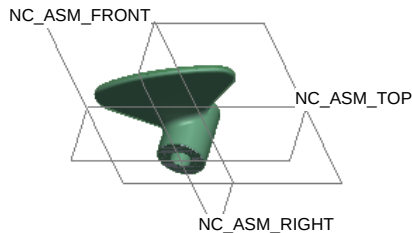

图 7.3.3 制造模型
Step3. 在“元件放置”操控板中选择  **默认** 选项,然后单击  按钮,完成毛坯工件的放置,放置后如图 7.3.3 所示。